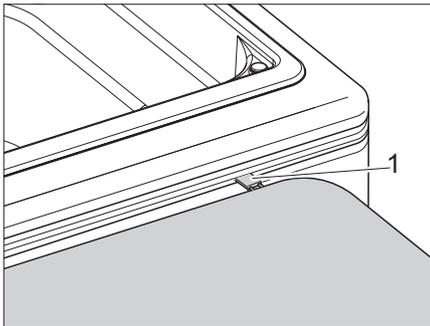

Bild 11 Eihängeschiene
- ▶ Den Tisch in die Eihängeschiene (Bild 11,1) einhängen.
- ▶ Den Tisch aus der Eihängeschiene (Bild 11,1) aushängen.